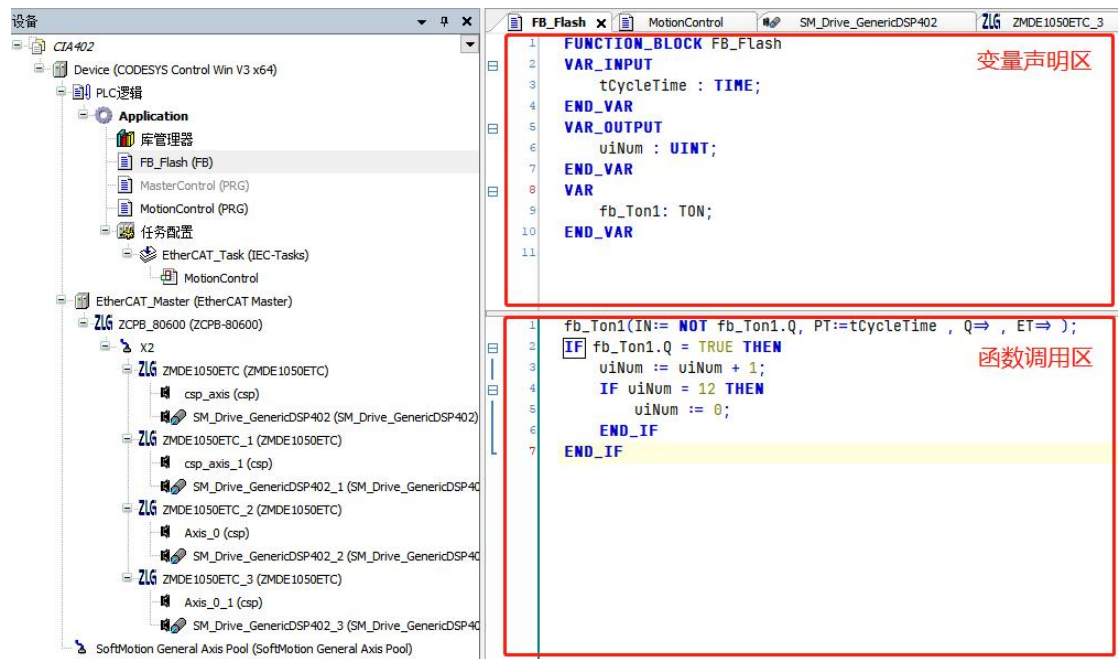

图 4.13 PLC 程序编辑界面
(11) 完成站点配置与运动控制轴的添加后，开始编写 PLC 程序。找到右侧“设备”框里的“Application”，右击选择“添加对象”->“POU...”，添加功能块类型的 POU，并命名为 FB_Flash。双击打开 PLC 程序编辑界面，如图 4.13 所示。将下面的代码分别添加到变量声明区和函数调用区。